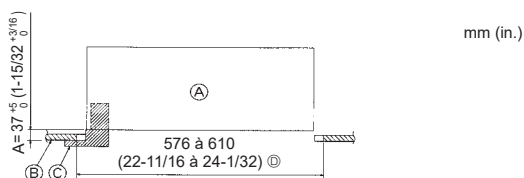
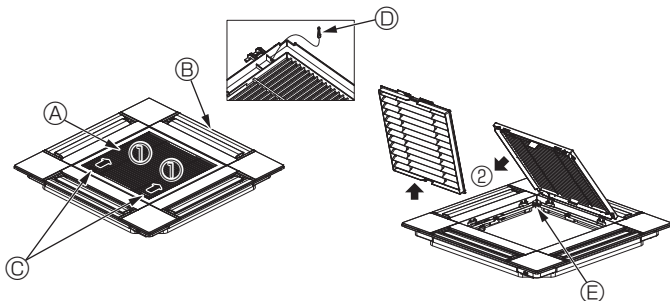
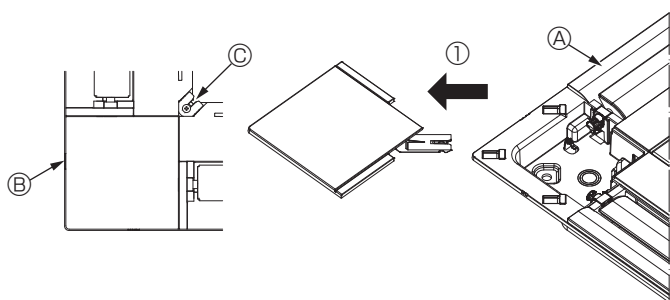

Fig. 5-2
Fig. 5-3
Fig. 5-4
5.3. Préparatifs préalables à la fixation de la grille (Fig. 5-2)
- (A) Appareil principal
- (B) Plafond
- (C) Jauge (Accessoire)
- (D) Dimensions de l'ouverture dans le plafond
5.3.1. Dépose de la grille d'admission (Fig. 5-3)
- Pour ouvrir la grille d'admission, faites glisser les leviers dans le sens indiqué par la flèche ①.
- Lorsque la grille se trouve en position "ouverte", retirez la charnière de la grille d'admission dans le sens indiqué par la flèche ②.
- (A) Grille d'admission
- (B) Grille
- (C) Leviers de la grille d'admission
- (D) Crochet de grille
- (E) Orifice pour crochet de grille
5.3.2. Dépose du panneau d'angle (Fig. 5-4)
- Retirez la vis au coin du panneau d'angle. Pour retirer le panneau, faites-le glisser dans le sens indiqué par la flèche ①.
- (A) Grille
- (B) Panneau d'angle
- (C) Vis